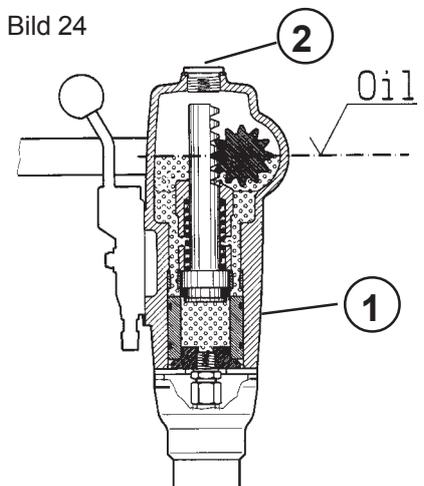

Bild 25
- Hydrauliköl gem. Spezifikation 3.4 entsprechend Bild 25 einfüllen (Handführungsstange) senkrecht stellen